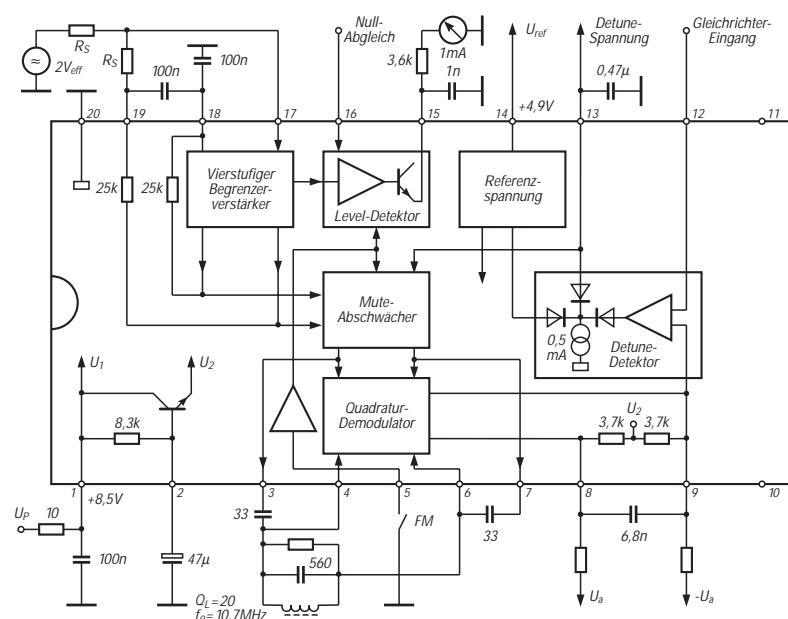

Bild 1: Interner Blockaufbau, Anschlußbelegung und Außenbeschaltung
Digitale Informationen kommen in Form von Bitmustern vor (Bild 1). Die kleinste Information besteht bekanntlich aus einem einzigen Bit mit dem Wert 0 oder 1. Enthält ein Bitmuster genau 8 Bit, spricht man vom Byte, bei genau 4 vom Halbbyte.
Stellt das in Bild 1 gezeigte Byte 01010011 beispielsweise eine Zahl im dualen Zah-
Im Bereich der Personal Computer (PC) kommt sehr oft die Kodierung nach der ASCII-Tabelle vor. Das gleiche Bitmuster aus Bild 1 bedeutet bei Verwendung dieser Tabelle dann als druckbares Zeichen den Großbuchstaben S. Mehrere Bitmuster nacheinander ergeben entsprechend einen Text, eine Zahlenkolonne, eine Tabelle usw.